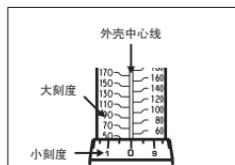

图 2—扭矩设置 50
3. 通过旋转握把，设置所需的扭矩，读取外壳刻度的精确数值（见第 28 页的图 2 和图 3）。